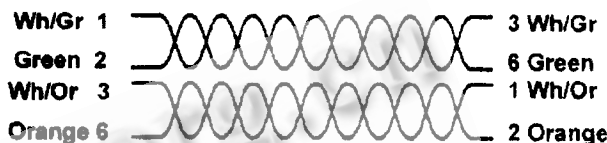

图 3
5. **线对交错**:将一对线接到另一端的另一对线上,比如一端是 1&2,另一端接在 4&5 针上。如图 3 所示: